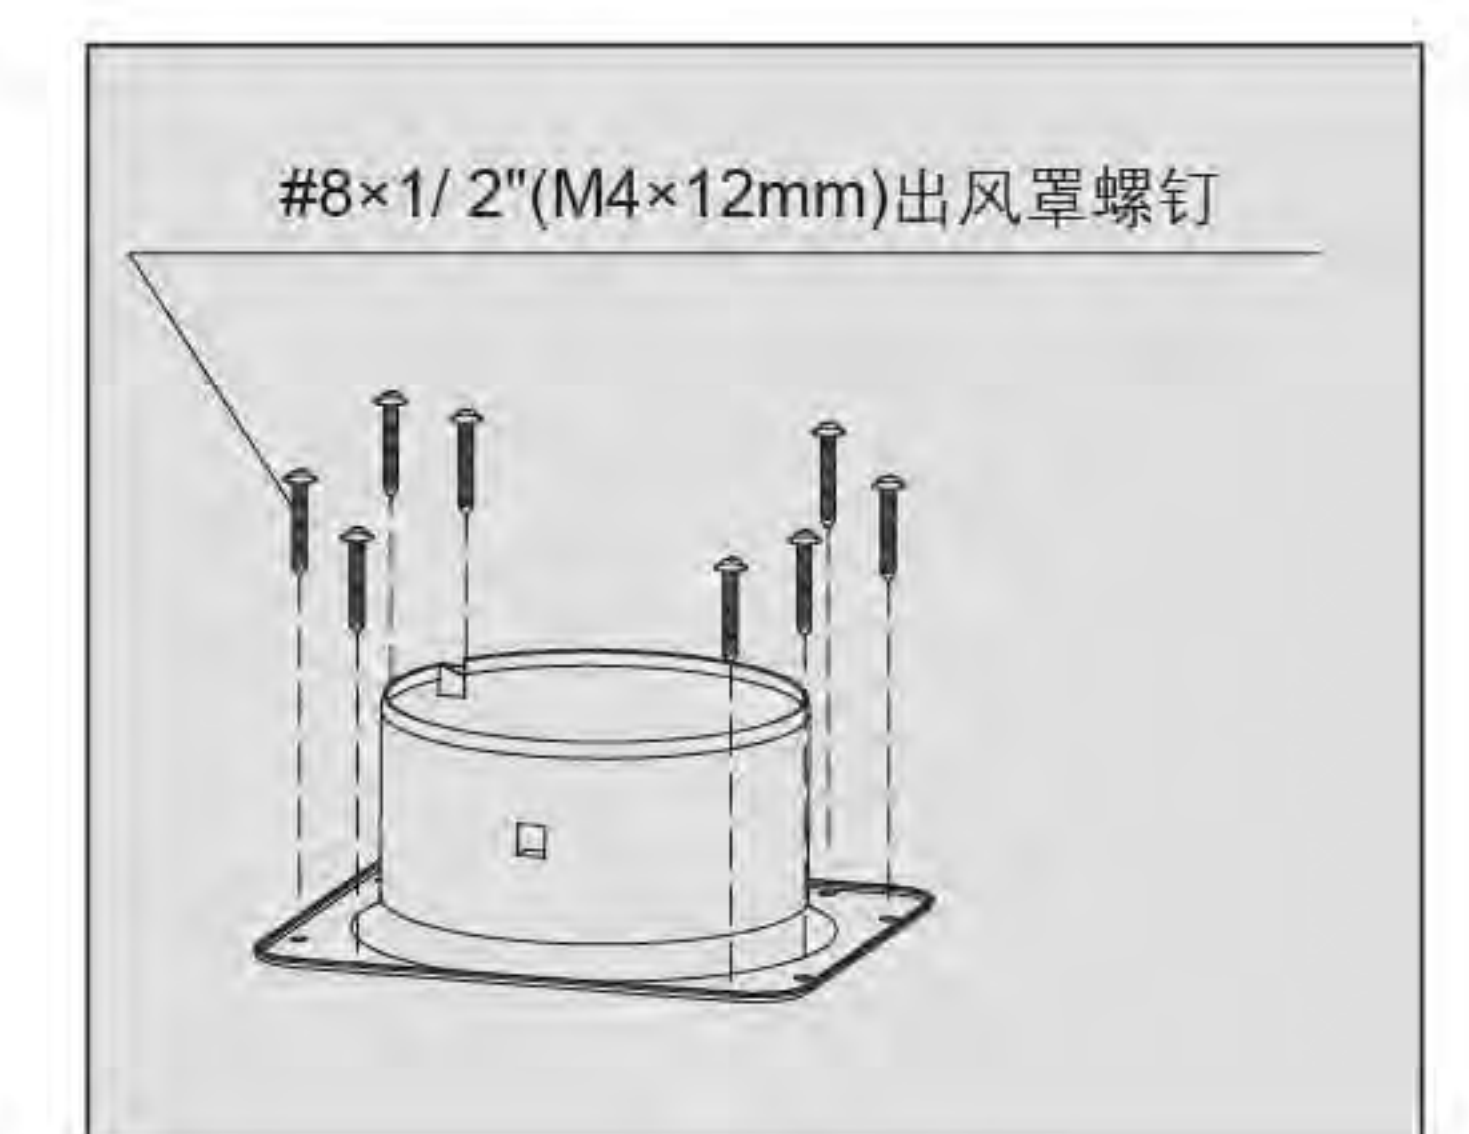

图3
4. 如图3所示，用8颗#8×1/2"(M4×12mm)出风罩螺钉将出风罩及密封圈固定在主机顶部上。
5. 将出风管固定在出风罩上，用铝箔胶带缠绕密封（如图3所示）。检查管壁不鼓不瘪，弯角自如，出风管与墙壁间密封严密以防倒烟。